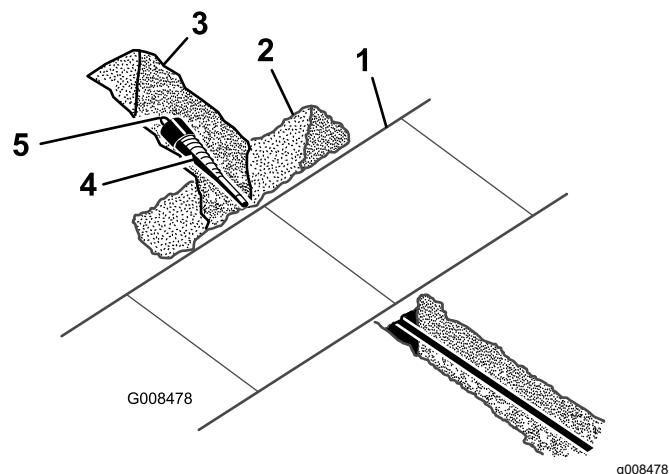

Рисунок 6
- Снимите буровую насадку и подсоедините расширитель (Рисунок 6).
- Подсоедините трос или трубопровод, который будет прокладываться под землей, к шарниру в конце расширителя (Рисунок 6).
- Осторожно удалите лопатой грунт вокруг буровой насадки, освободив ее от почвы, чтобы ее можно было снять (Рисунок 6).